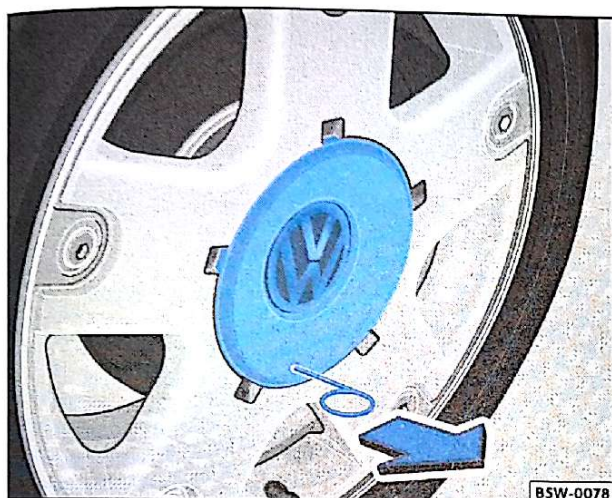

Fig. 122 Retirar a calota central com o gancho extrator
- Insira o gancho no furo da calota central ⇒ fig. 122.